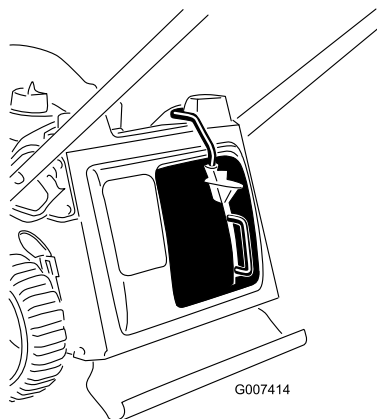

Figura 10
3. Suelte el botón de la palanca y asegúrese de que la parte superior de la palanca está introducido hasta el fondo de la ranura (Figura 10). **Si la parte superior de la palanca no está introducido hasta el fondo de la ranura, ¡su cortacésped no arrancará!**